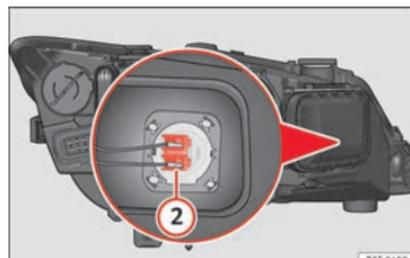

Fig. 108 Lampadina per abbaglianti.
- Premere lateralmente il connettore » **fig. 108** ② verso sinistra o destra e tirare.